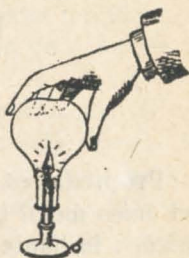

Fig. 38.—La combustión de la vela desprende CO₂.
10) Introduzca una vela encendida en un matraz (o en un frasco cualquiera) como se ve en la Fig 38.